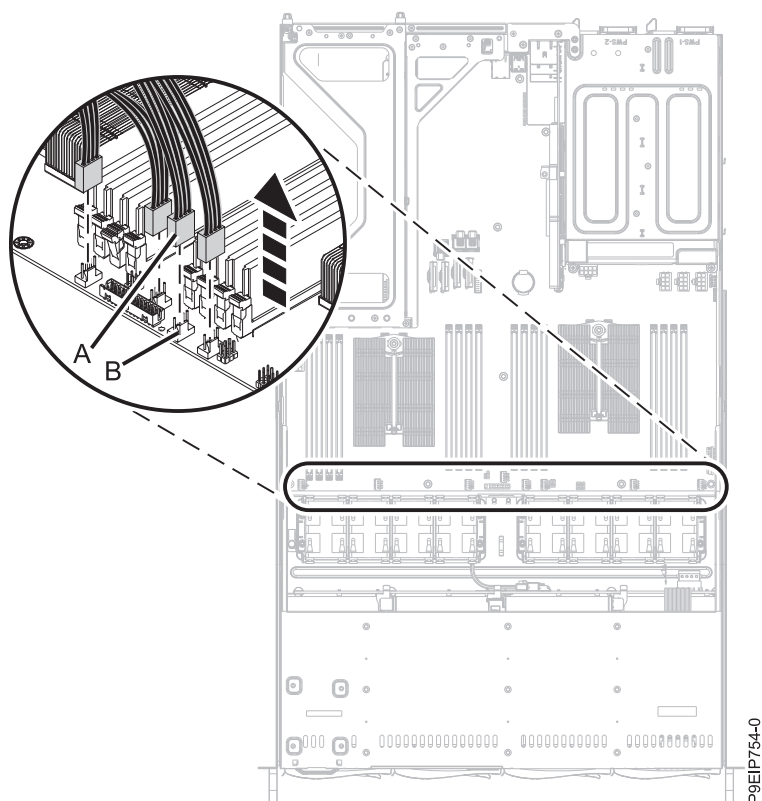

Figura 15. Desconectando o cabo do ventilador
4. Para desconectar um cabo do ventilador, libere o clipe do conector (B) e cuidadosamente puxe para cima o conector (A) do painel traseiro do sistema, conforme mostrado na Figura 15 na página 20. Não puxe os fios. Alimente o cabo através do suporte do ventilador.